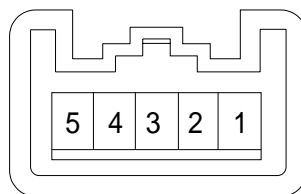

图 8-2-4 空调开关
(1) 检查空调开关导通性。如图 8-2-4 所示，按下空调开关时，端子 2 与 5 间应导通。若导通性不符合要求，则应更换空调开关。
(2) 将蓄电池正极与空调开关端子 4 相连，负极与端子 3 相连，照明灯应亮。若照明灯不亮，则应更换空调开关。
(3) 将蓄电池正极与空调开关端子 2 相连，负极与端子 1 相连，按下空调开关，A/C 指示器应亮。若 A/C 指示器不亮，则应更换空调开关。
(4) 按下空调开关时，将蓄电池正极与空调开关端子 2 相连，负极与端子 1 相连，再将蓄电池正极与空调开关端子 4 相连，A/C 指示器亮度应变化。若不变光，则应更换空调开关。